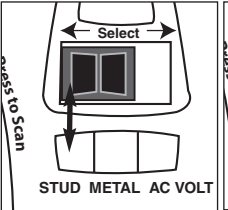

Fig. 2
ÉTAPE 1. Placer le sélecteur à la position « Stud » (montant) **(Fig. 2)** et balayer la surface pour rechercher les montants de bois et de métal. Marquer ces emplacements avec la pointe de marquage pour métal au sommet du vérificateur.